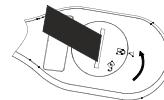

Рисунок 3.
2. При помощи тонкого предмета, например, монеты, поверните против часовой стрелки откройте крышку термометра (см. рис.3).